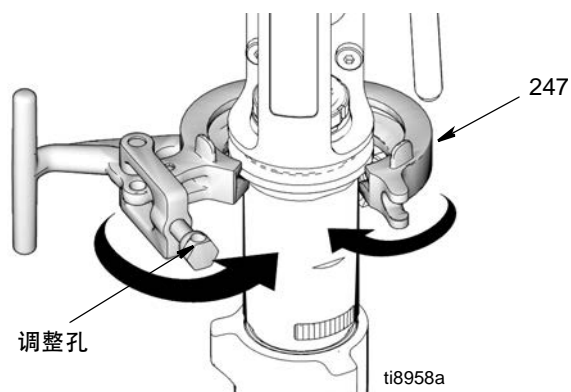

图 22
3. (图 22) 将夹子 (247) 夹在泵 (111) 的四周并将其推合。